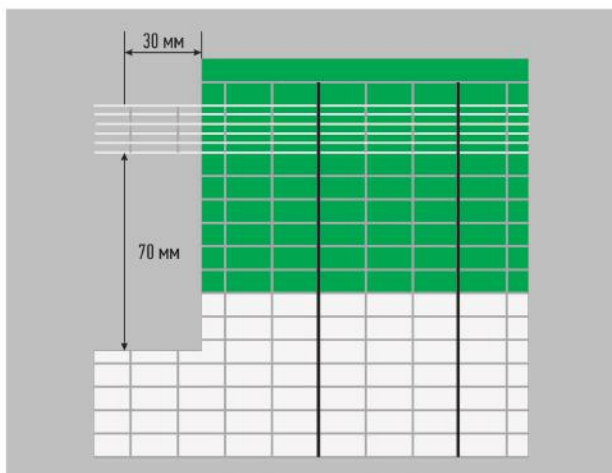

Рис. 7
5.4.13. Подготовьте полотно: снимите защитную пленку в местах присоединения проводов, для этого надо прорезать полотно вдоль серебряной шины с двух сторон на глубину 3 см, приподнять полосы пленки над шиной и отрезать их ножницами или ножом (следите за тем, чтобы режущий инструмент не повредил шину) и очистить шину от обрезков нагревательного элемента и сетки (см. рис.7).